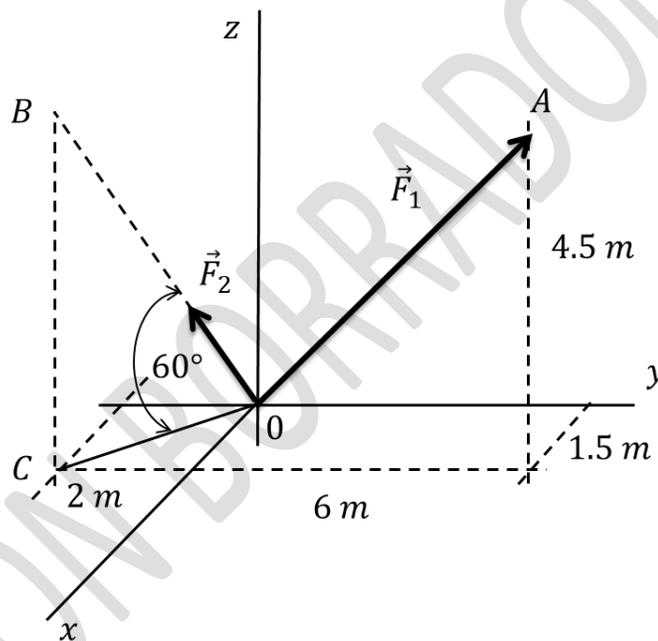

Fig. 1.2.
1.3.- Determinar la representación vectorial de los vectores \vec{F}_1 y \vec{F}_2 mostrados en la Fig. 1.2 y luego realice la operación suma de ellos. Considere que el módulo de los vectores es 150 (N) y 120 (N) respectivamente.